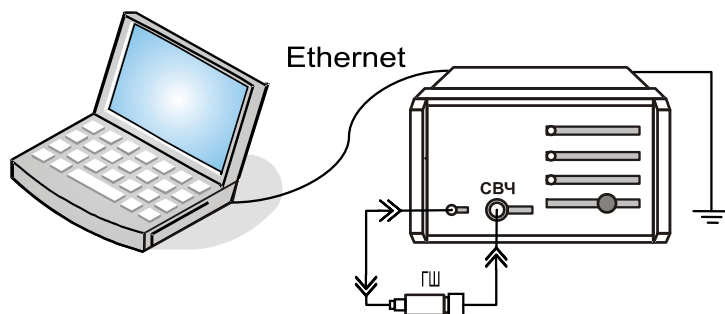

Рисунок 11 – Схема калибровки ГШ
**Шаг 3.** Подключить ГШ к измерителю (см. рисунок 11):